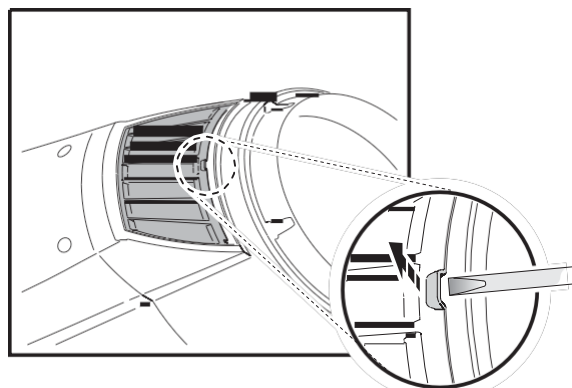

Рисунок 17. Снятие воздушных фильтров головной части
2. См. рисунок 17. С каждой стороны головной части используйте плоскую отвертку в качестве рычага для перемещения передней кромки каждого держателя фильтра с головной части и вытяните держатели фильтров вперед, чтобы отсоединить и удалить их.